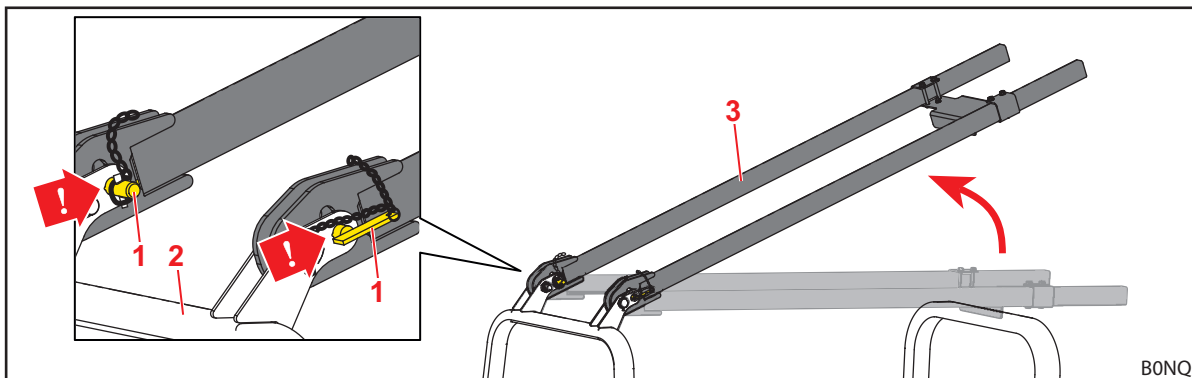

Fig. 33 Traverses relevées et bloquées dans les trous du bas
- (1) Bloquer les longues traverses dans les trous du bas.
- Bloquer les longues traverses à l'aide des boulons de fixation dans les trous du bas (cf. Fig. 33).
- (2) Relever l'arceau du bas (voir description pour l'OPG sans longues traverses au début du chapitre).
- (3) Rabattre les longues traverses.